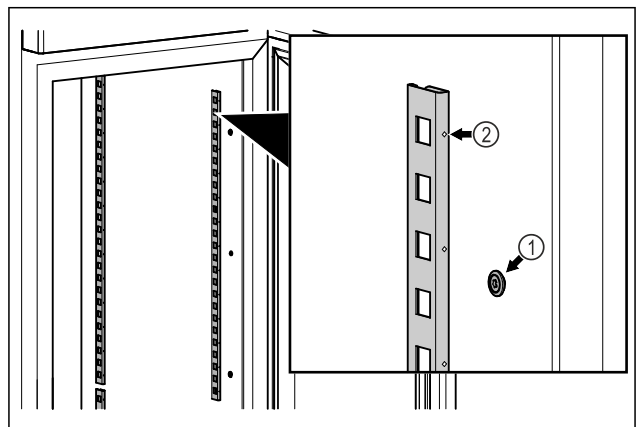

Fig. 79 Примерное изображение
- ▶ Навесьте фиксатор на крепление Fig. 79 (1). Отметка Fig. 79 (2) должна располагаться спереди.